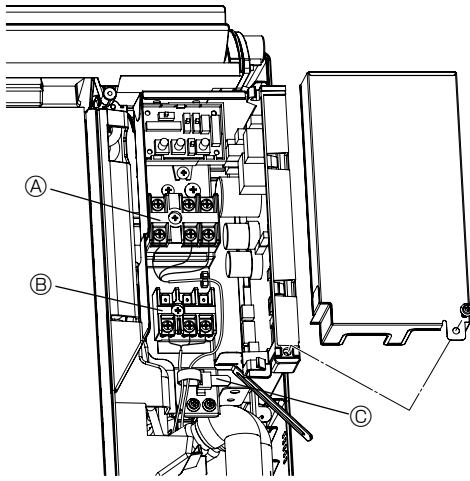

Fig. 7-1
7.1. İş ünitesi (Fig. 7-1)
① Elektrik kapağını çıkarın.
② Elektrik hattını, dış üniteden gelen kontrol hattını ve uzaktan kumanda hatlarını bağlayın.